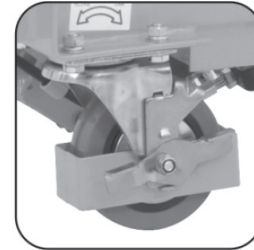

Fig. 6 –
- Para travamento das rodas dianteiras, acione os pedais do freio, ver fig. 6.